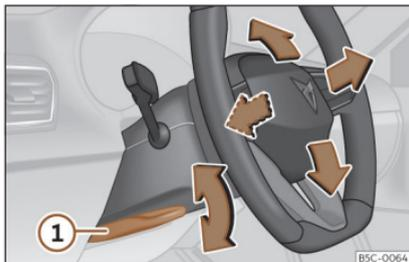

Fig. 4 Leva nella parte inferiore del lato sinistro del piantone dello sterzo.
- Tirare la leva» **fig. 4** ① verso il basso, muovere il volante verso la posizione desiderata e risollevarlo la leva fino al punto di chiusura.
- Dopo aver regolato il piantone dello sterzo, spingere fermamente la leva» **fig. 4** ① verso l'alto affinché il volante non cambi posizione accidentalmente durante la marcia.